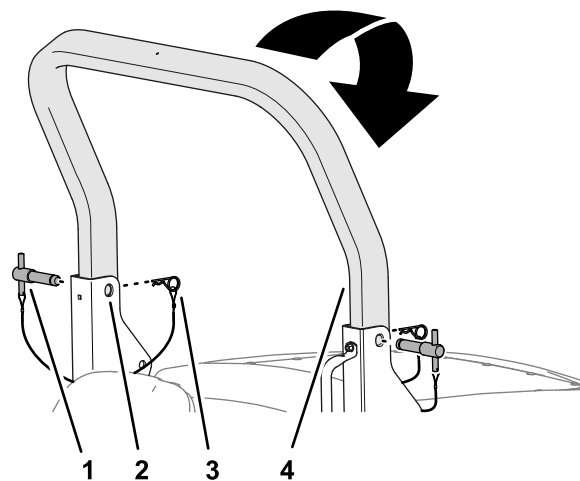

Figura 20
2. Togliete le coppiglie dai perni del roll bar nelle staffe orientabili del telaio del roll bar inferiore (Figura 20).
3. Mentre sostenete il peso della parte superiore del roll bar, togliete i relativi perni dalle staffe orientabili (Figura 20).